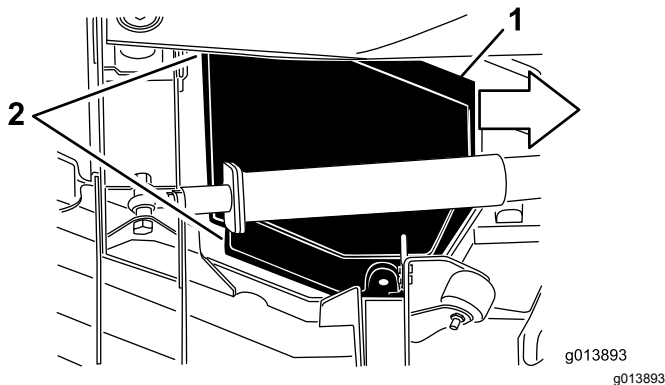

Рисунок 78
5. Подняв крышку, сдвиньте ее к тяговому блоку примерно на 2,5 см, чтобы отсоединить наружный край крышки от деки (Рисунок 78).